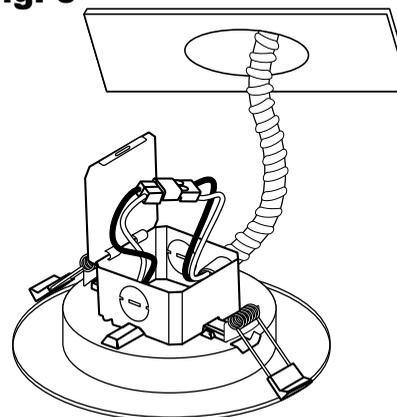

Fig. 3
4. Conecte el conector rápido del marco de yeso al conector rápido de la luminaria. [Fig. 3]